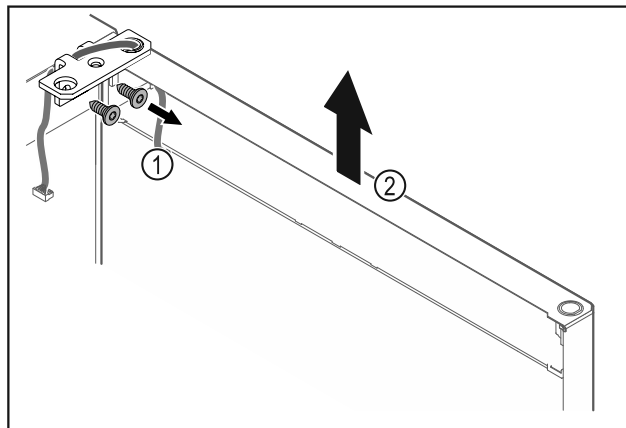

Fig. 23
- Lironi vidat e profilit të menteshës Fig. 23 (1).
- Ngrini drejt lart derën së bashku me profilin e menteshës Fig. 23 (2) rreth 200 mm dhe hiqeni.